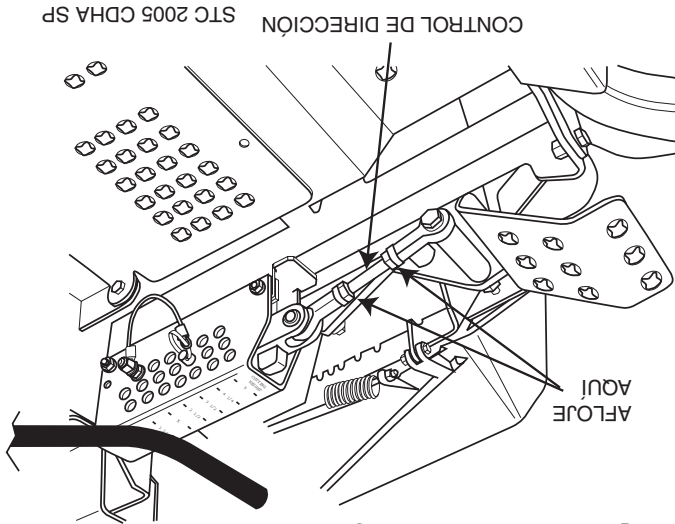

Figura 6-5. Ajuste de la altura de la plataforma de corte
1. Coloque la plataforma de corte en posición de transporte. Afloje las contratuercas en ambos extremos de la varilla de control de la altura de la plataforma. (Vea la Figura 6-5)
4. Verifique la medida desde el suelo hasta la punta de la cuchilla de corte. Si la medida no se encuentra en 3", puede realizarse un ajuste utilizando la varilla de control de altura de la plataforma. (Vea la Figura 6-5)